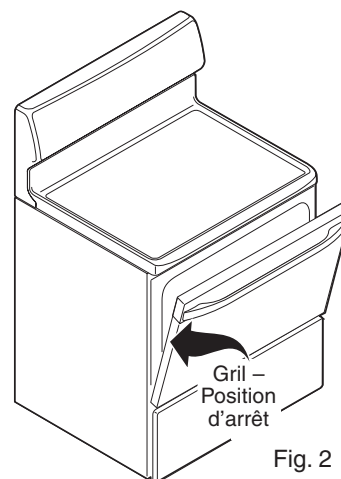

Fig. 2
3. Lorsque vous utilisez deux grilles de four en même temps, placez-les dans les positions 2 et 5 pour obtenir de meilleurs résultats (fig. 2).
6. Placez la lèchefrite sur la grille du four (le cas échéant). **Ouvrez la porte du four à la position d'arrêt durant le gril** (fig. 2).